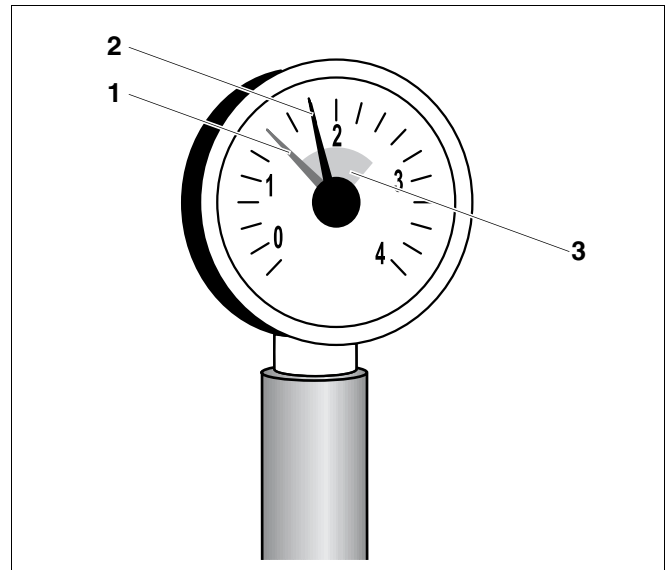

Fig. 6 Manómetro para instalaciones cerradas
En las instalaciones cerradas, la aguja del manómetro (fig. 6, **pos. 2**) debe encontrarse dentro de la marca verde (fig. 6, **pos. 3**).
La aguja roja (fig. 6, **pos. 1**) del manómetro debe estar ajustada a la presión necesaria para la instalación. El técnico especialista ajustará la presión necesaria.
- Compruebe si la aguja del manómetro (fig. 6, **pos. 2**) se encuentra dentro de la marca verde (fig. 6, **pos. 3**).
Si la aguja del manómetro (fig. 6, **pos. 2**) desciende de la marca verde (fig. 6, **pos. 3**) la presión de agua de la instalación es insuficiente. Deberá añadir agua de rellenado para compensar el agua de calefacción perdida.
- Añada agua de rellenado a través de la llave de vaciado y de llenado hasta que la aguja del manómetro (fig. 6, **pos. 2**) se encuentre dentro de la marca verde.